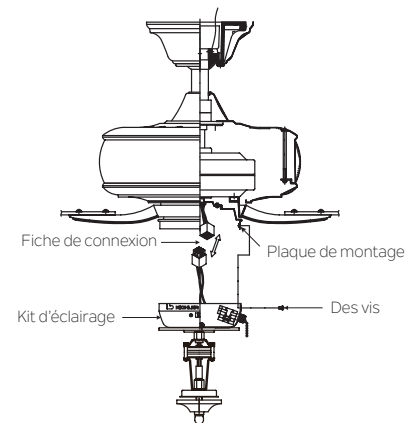

Fig. 17
**Étape 2.** Soulevez et maintenez le kit d'éclairage près de la plaque de montage. Poussez les connecteurs de **fi**carré à neuf broches ensemble. Un du ventilateur et un de l'ensemble de lumière. (Fig. 17)
**Étape 3.** Insérez soigneusement les connexions dans le boîtier de l'interrupteur et **fi**xez le kit d'éclairage au ventilateur de plafond. Placez les fentes des trous de serrure sur le bord supérieur du boîtier de l'interrupteur par-dessus les têtes de vis de montage de la plaque de montage. Tournez le boîtier de l'interrupteur jusqu'à ce que les têtes de vis se trouvent à l'extrémité étroite des fentes du trou de clé. (Fig.17) Serrez toutes les vis.